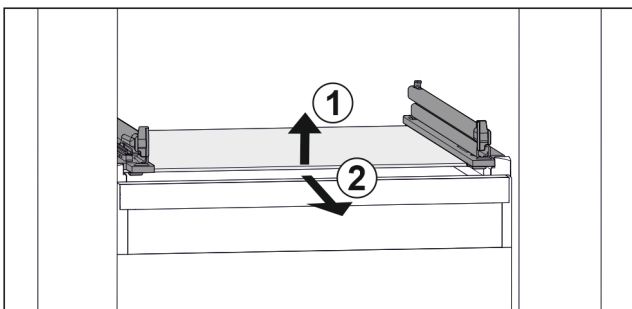

Fig. 124 Примерное отображение стеклянной пластины
- ▶ Приподнимите стеклянную пластину спереди. Fig. 124 (1)
- ▶ Извлеките стеклянную пластину движением вперед. Fig. 124 (2)